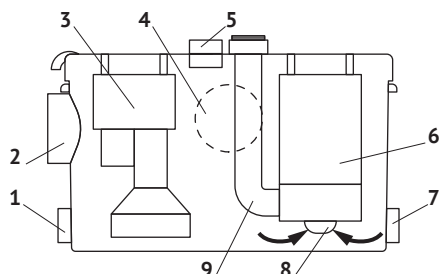

Рис. 2
к унитазу (1, 2) и три входа для присоединения писсуаров, биде, умывальников, душевых кабин (3, 4, 5). Сточные воды отводятся в канализацию через выходное отверстие (6). Обратный клапан, установленный на выходе патрубка насоса (см. рис. 2, поз. 9) предотвращает возврат в станцию откаченной воды.
Сточная вода из бытовых санитарно-технических приборов через основные (2, 4), боковые (1, 7) и верхний дополнительный (5) входы попадает в накопительный бачок канализационной насосной станции (см. рис. 2). По мере заполнения внутреннего пространства насосной станции, жидкость давит на мембрану механизма автоматического включения/выключения (3), который запускает насос (6).